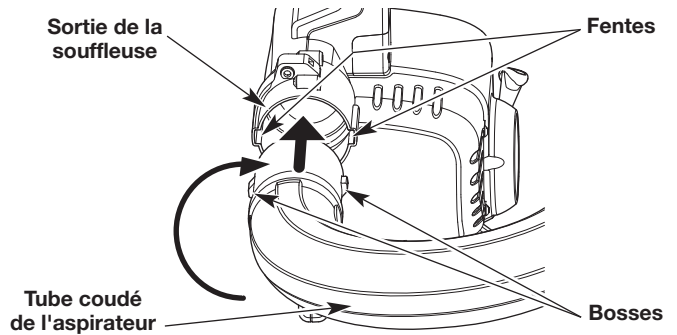

Fig. 6
1. Alignez les bosses du tube coudé de l'aspirateur avec les fentes de la sortie de l'aspirateur (Fig. 6). L'extrémité évasée du tube coudé de l'aspirateur doit pointer vers la droite.
2. Insérez le tube coudé de l'aspirateur dans la sortie de la souffeuse (Fig. 6).
3. Tournez le tube coudé de l'aspirateur dans le sens horaire jusqu'à ce qu'il s'enclenche (Fig. 6).